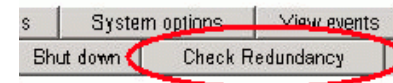

Figure 2 Vérification de la redondance
2. Dans la fenêtre Initialized Storage System Properties [Propriétés du système de stockage initialisé], cliquez sur **Check Redundancy** [Vérifier la redondance]. Voir Figure 2.